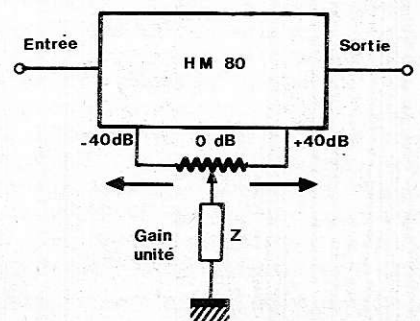

Figure 1: Principe de fonctionnement du HM80
3. Fig. 1 : l'émetteur de Q3 est relié à la masse.
1. Présentation du HM80 : figure 1.
L'utilisation d'un potentiomètre de 10 kΩ linéaire selon le montage de la figure 1 permet de commander l'atténuation ou l'amplification dans la plage -40 dB → 0 dB → +40 dB.